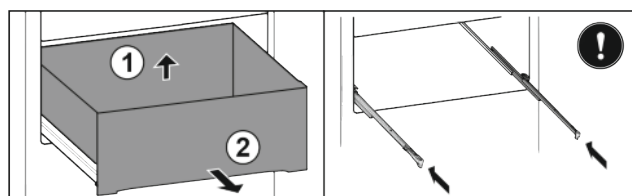

Fig. 29
- Zásuvku nadzvedněte vzadu Fig. 29 (1).
- Odeberte směrem dopředu Fig. 29 (2).